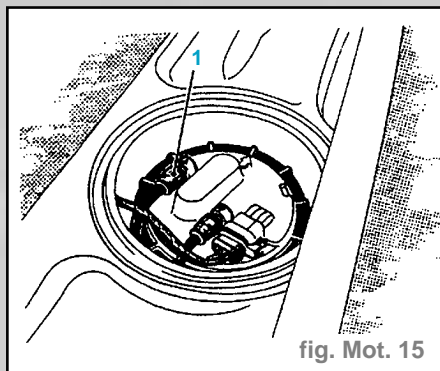

fig. Mot. 15
- Débrancher la canalisation de retour à carburant (1) (fig. Mot. 15).